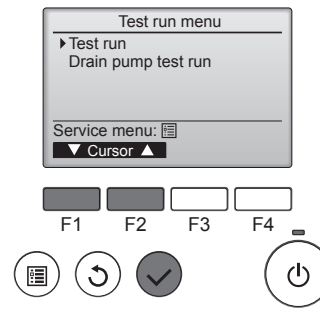

Fig. 7-5
- 4 Selecteer "Test run" (Proefdraaien) met de functietoets **[F1]** of **[F2]** en druk op de toets . (Fig. 7-5)